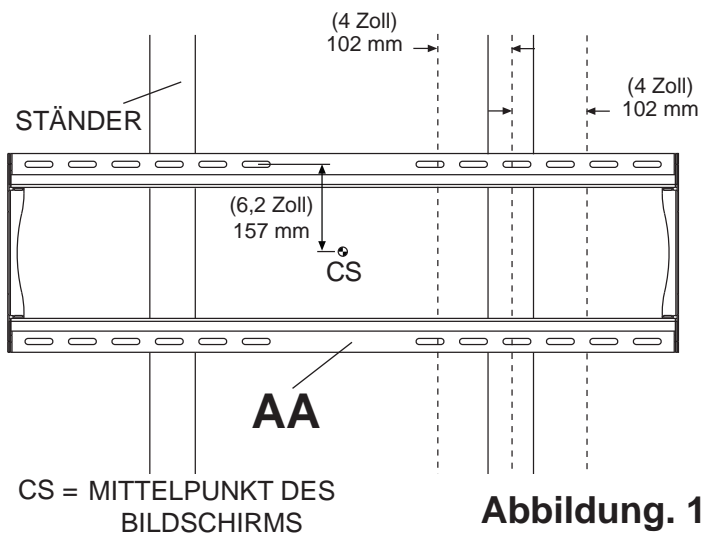
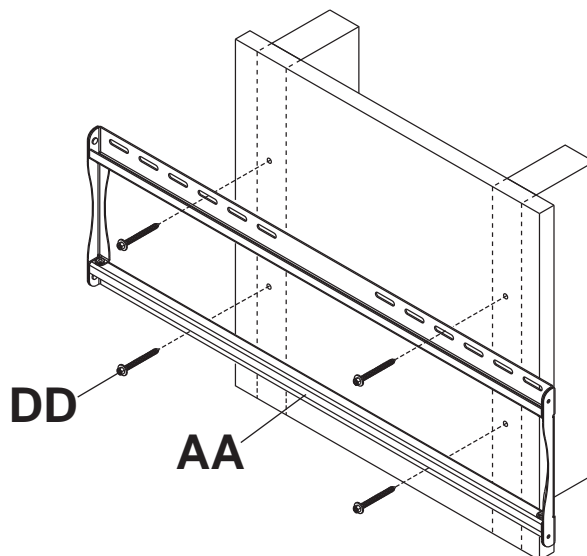

Abbildung. 1.1
Abbildung. 1.2
**1** Bestimmen Sie die Kanten der Ständer mithilfe eines Balkenfinders. Am besten eignet sich ein Balkenfinder mit genauer Kantenanzeige. Verwenden Sie die Kanten als Richtlinie und ziehen Sie eine senkrechte Linie entlang der Mitte der Ständer. Halten Sie die Wandplatte als Schablone an die Wand. Die oberen Montageschlitze sollten sich wie in Abbildung 1.1 dargestellt 157 mm (6,2 Zoll) oberhalb der gewünschten Bildschirmmitte befinden. Richten Sie die Platte waagrecht aus und markieren Sie die Mitte der vier Montagebohrungen. Achten Sie darauf, dass die Montagebohrungen sich jeweils auf der Mittellinie der Holzständer befinden. Bohren Sie vier Löcher mit einem Durchmesser von 4 mm (5/32 Zoll) und einer Tiefe von 64 mm (2,5 Zoll). Achten Sie darauf, dass die Wandplatte waagrecht ausgerichtet ist und befestigen Sie sie wie in Abbildung 1.2 dargestellt mit Hilfe von vier Nr. 14 x 2,5 Zoll Holzschrauben (**DD**).
**HINWEIS:** Die Wandplatte kann wie in Abbildung 1.1 dargestellt bis zu 102 mm (4 Zoll) außermittig angebracht werden.
- 1** Achten Sie darauf, dass die Wandplatte (**AA**) waagrecht ausgerichtet ist und verwenden Sie sie als Schablone zur Markierung von vier Montagebohrungen. Die oberen Montageschlitze sollten sich wie in Abbildung 1.1 auf Seite 32. dargestellt 157 mm (6,2 Zoll) oberhalb der gewünschten Bildschirmmitte befinden. Bohren Sie vier Löcher mit einem Durchmesser von 8 mm (5/16 Zoll) und einer Mindestdiefe von 64 mm (2,5 Zoll). Setzen Sie die Dübel (**EE**) in die Löcher ein, bis sie bündig mit der Wand abschließen (siehe Abbildung rechts). Halten Sie die Wandplatte über die Dübel und befestigen Sie sie mit Nr. 14 x 2,5 Zoll Schrauben (**DD**). Richten Sie sie waagrecht aus und ziehen Sie dann sämtliche Befestigungsteile an.